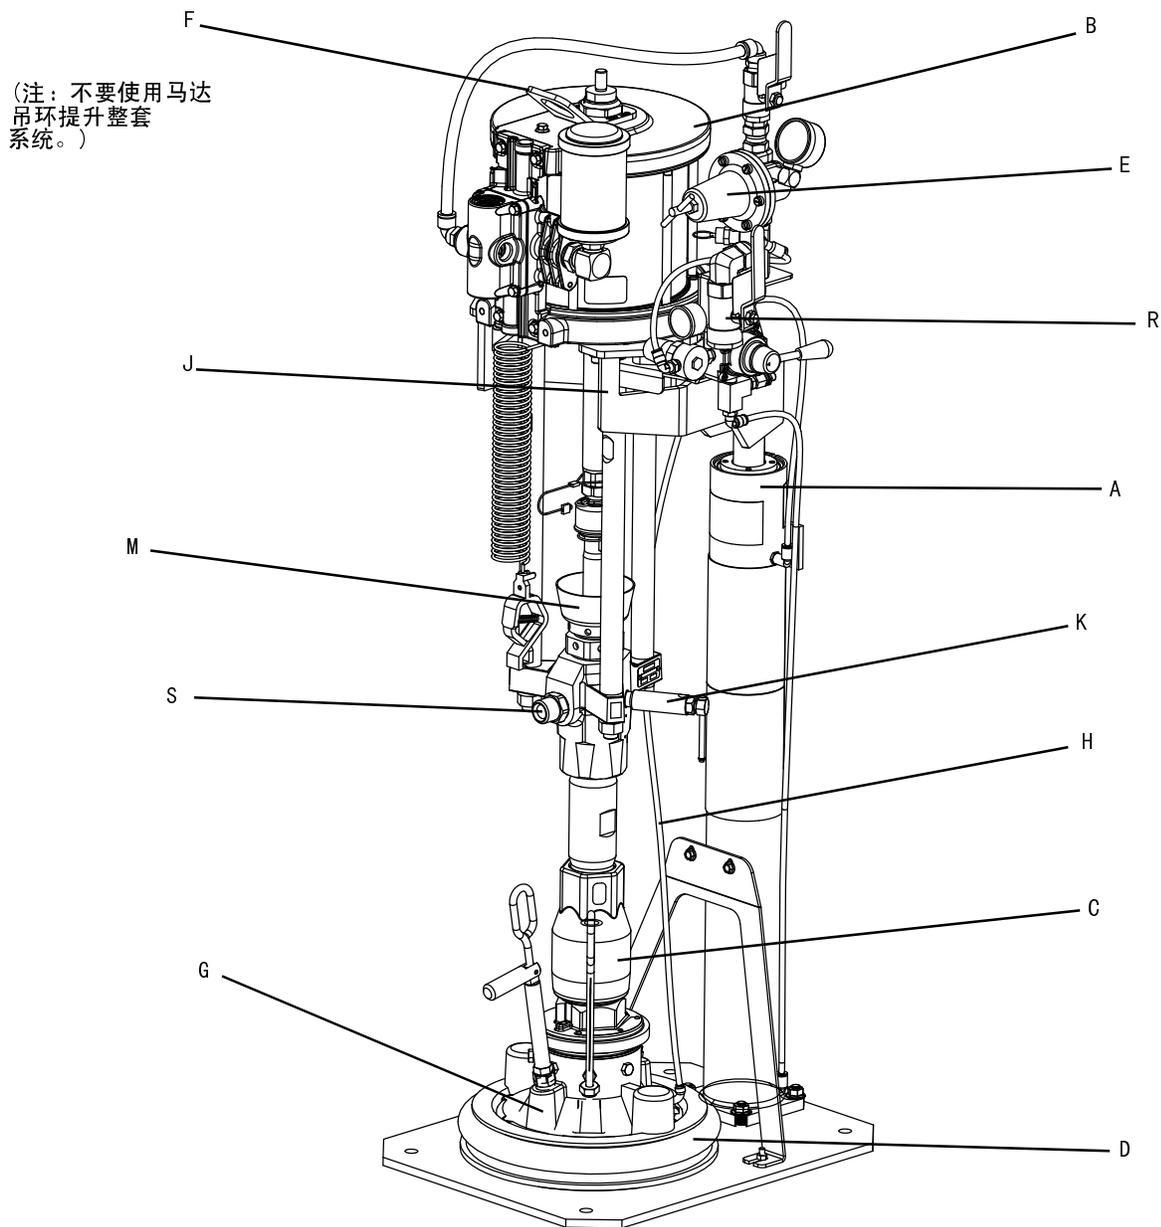
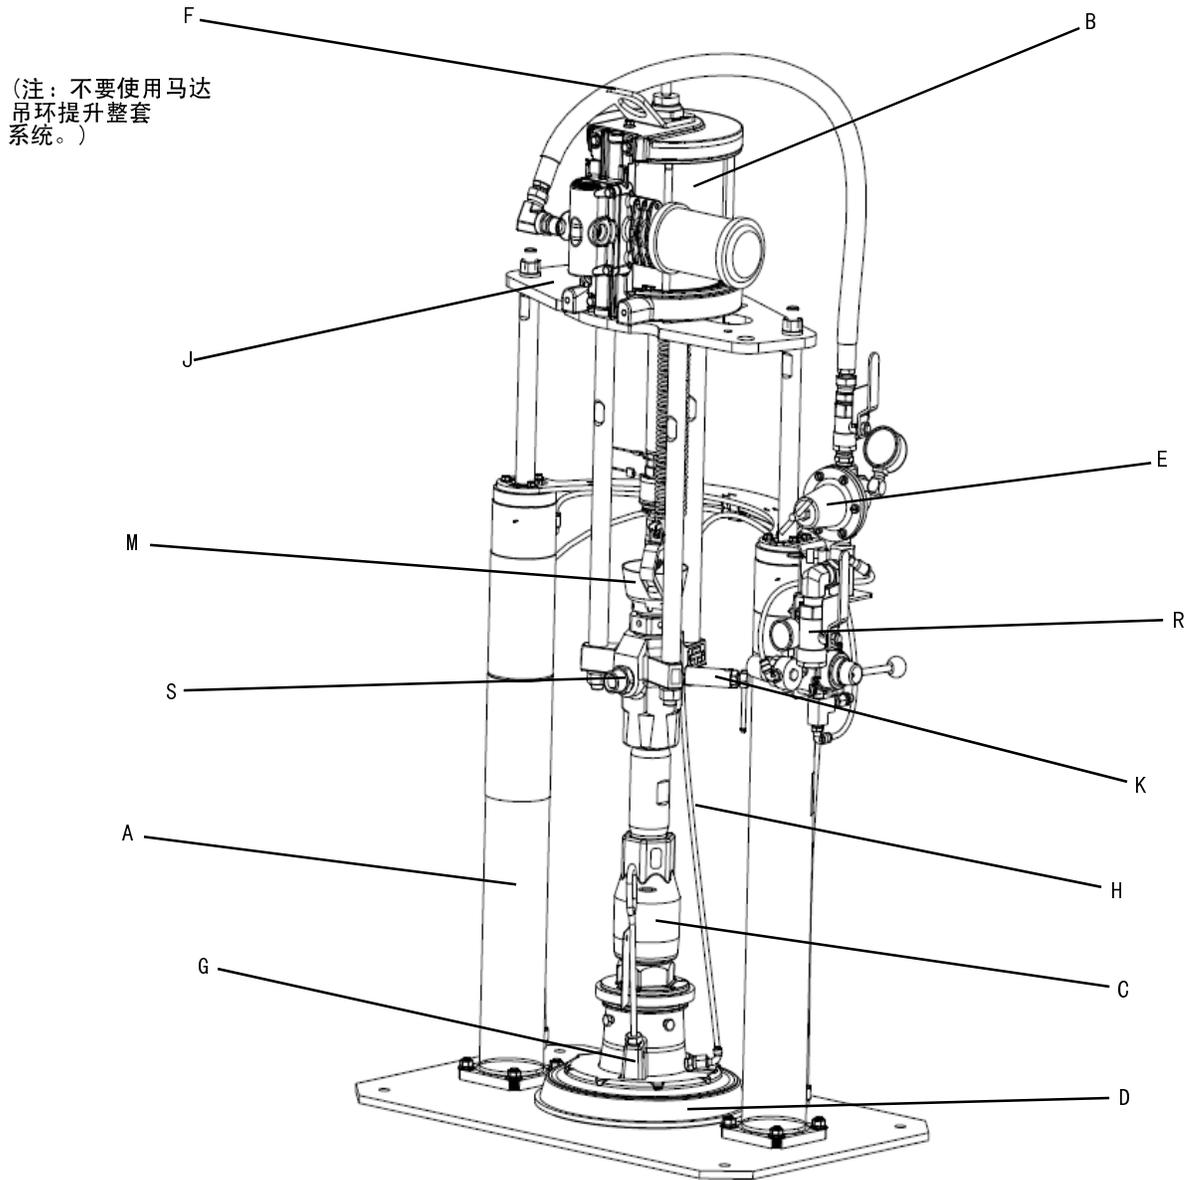

图 2：系统
图 3：系统
3. 将气源空气管路连接到系统空气入口。参见图 1，图 2 和图 3。请参见 Check-Mate 泵设备零部件说明书手册中的泵性能表，以确定供气流量要求。使用能够符合所需流量要求的供气软管。